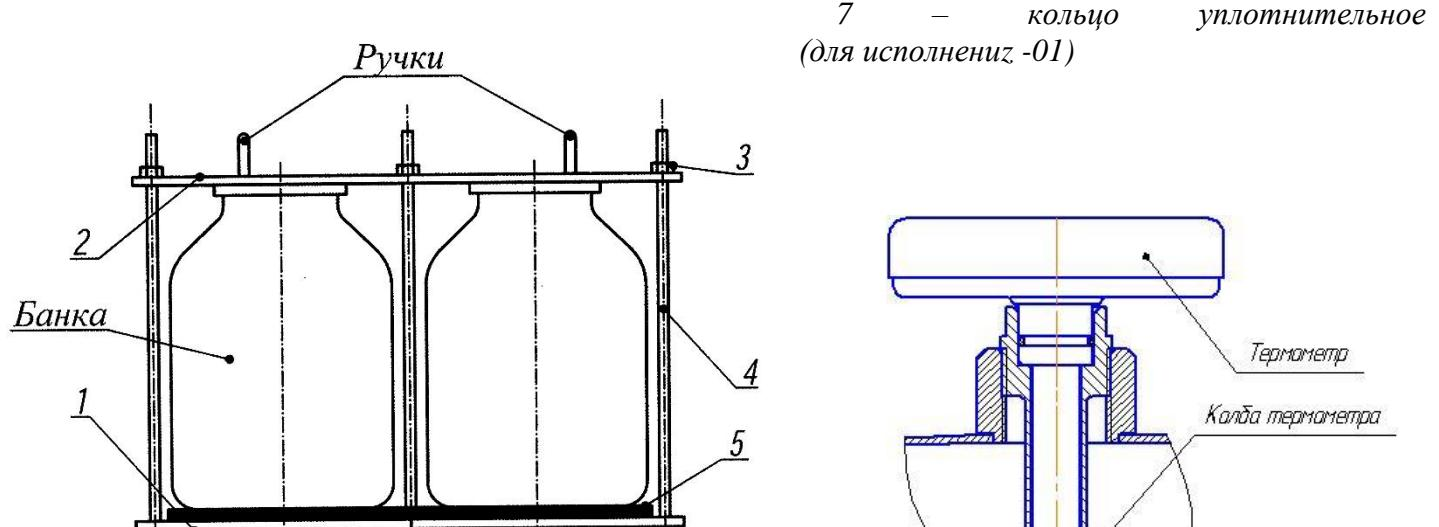

Рис.2 Кассета
- при необходимости вынуть кассету с банками из корпуса автоклава, взявшиесь двумя руками за ручки крышки 2 (рис. 2) (предварительно слив воду);
Установить в кассету подготовленное количество банок с закатанными продуктами согласно таблице 2.2. (где показана максимальная вместимость) и надежно зафиксировать банки в кассете с помощью зажимных гаек 3 (рис. 2), затягивая их крест-накрест ключом с лёгким усилием.
При установке банок в два слоя, банки верхнего слоя устанавливаются непосредственно на банки нижнего слоя без резиновой прокладки 5 (рис.2). Банки должны располагаться как можно ближе к шпилькам. Банки должны иметь одинаковую высоту.
5.20. **После остывания банок до комнатной температуры** открутить гайки 3 (рис. 2), снять крышку 2, вынуть банки с консервируемой продукцией и проверить состояние крышек, банок и прочность закатки.